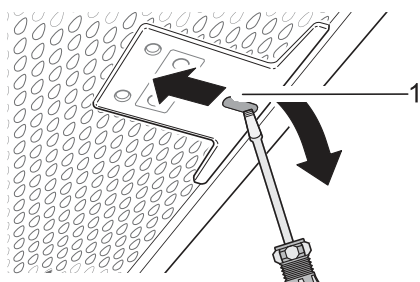

Abb. 20: Falsch eingesetzter Metallfettfilter
1. ➤ Stecken Sie einen kleinen Schraubendreher in die Aussparung (Abb. 20/1) und entriegeln Sie den Metallfettfilter.